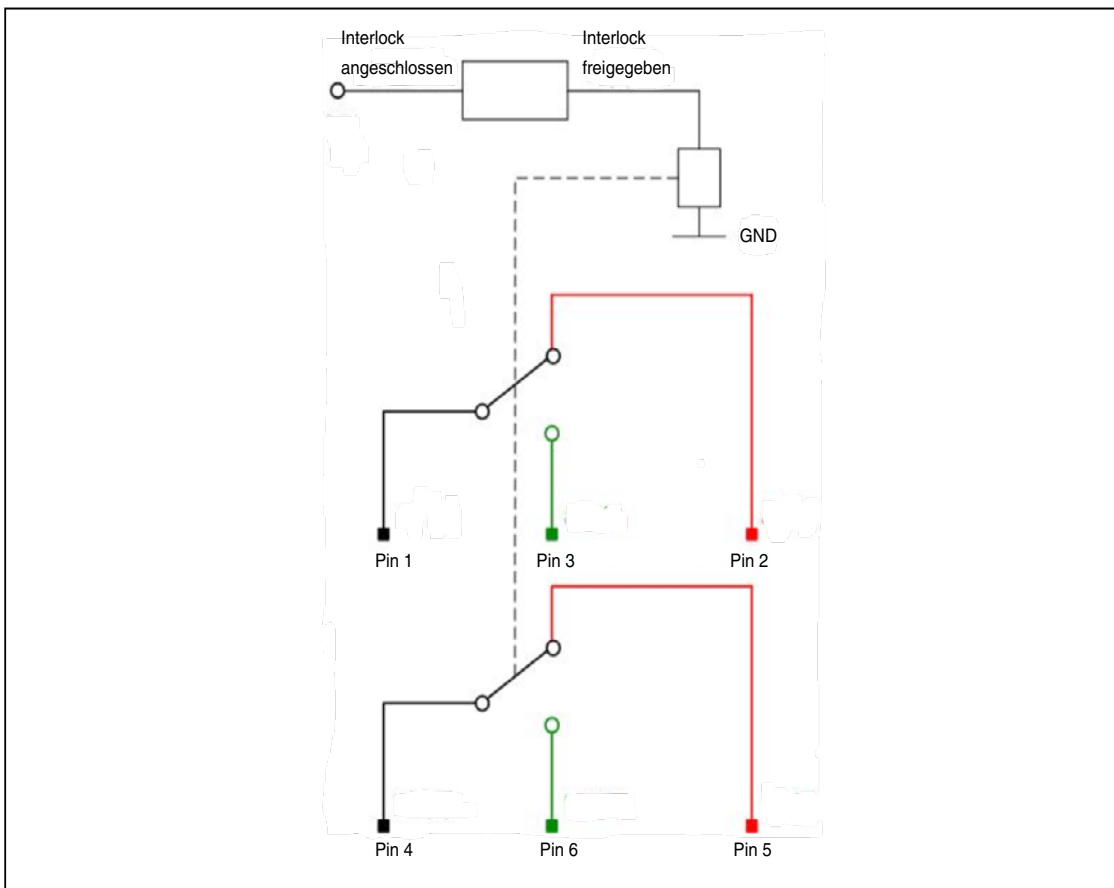

Abb.8.4: Schaltplan der Interlockstecker
- ▶ **Schließen Sie die Lasersteuerung so an die Pins 1 bis 4 und 3 bis 6, dass bei einer Unterbrechung dieser Verbindung der Laser abgeschaltet wird (siehe Schaltplan, Abb.8.4).**